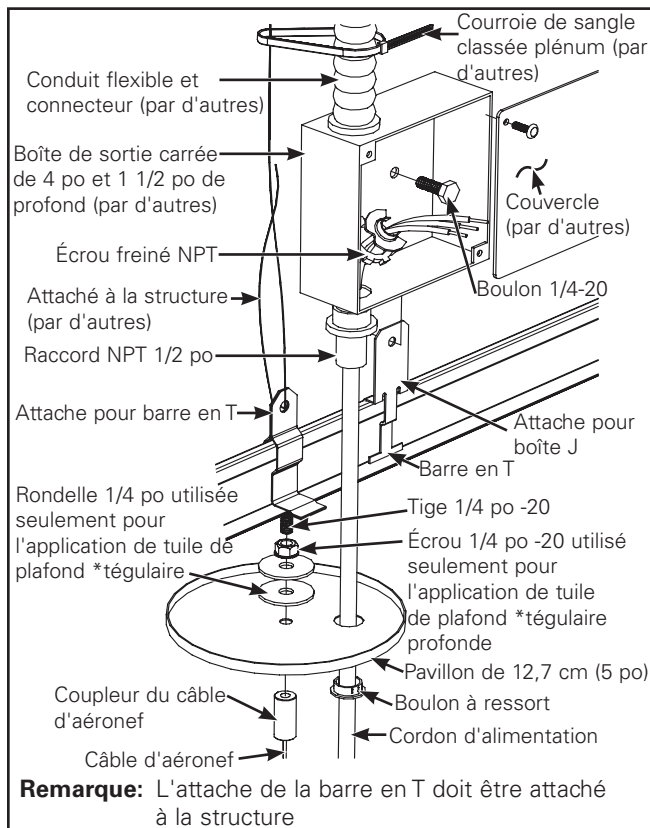

Figure 9. Alimentation
1. Disposition des emplacements de montage (Figure 9).